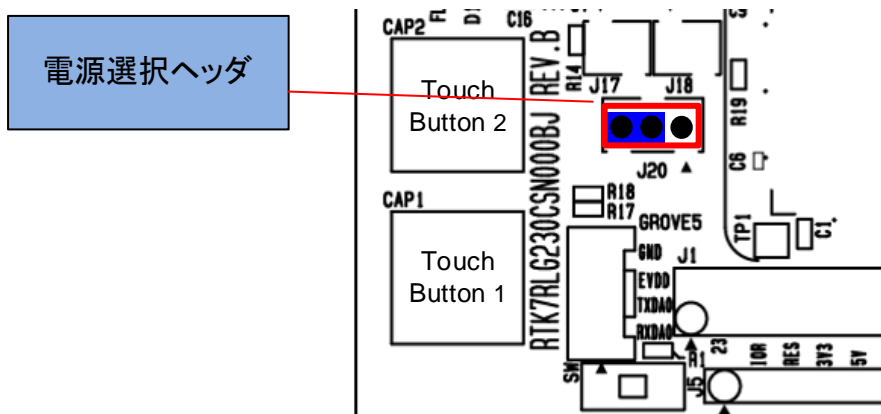

図 8-11: 3.3V 使用時のヘッド設定(部品面)
- ・ J20 2-3 ショート：3.3V 電源を選択。(図 8-11)